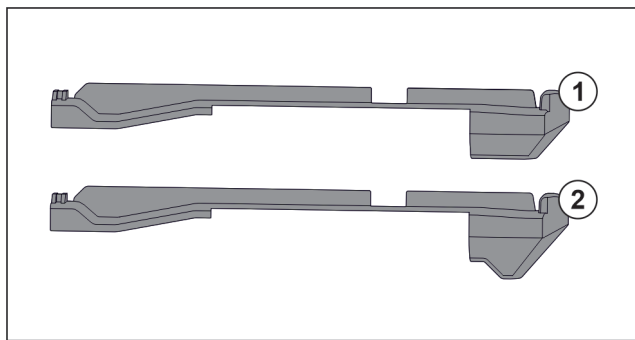

Fig. 220 Porovnání nasazovacích dílů
V přístroji se nacházejí dva různé nasazovací díly. Nasazovací díl nad nejspodnější zásuvkou Fig. 220 (2) má hranu trojúhelníkového tvaru. Všechny ostatní nasazovací díly Fig. 220 (1) mají rovnou hranu.
- ▶ Nasazovací díl Fig. 220 (2) s hranou trojúhelníkového tvaru připevněte nad nejspodnější zásuvkou.
- ▶ Nasazovací díl Fig. 220 (1) s rovnou hranou připevněte na všech ostatních místech.